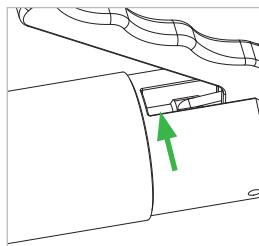

Figure 15
- ▶ Vaporisez brièvement une fois le lubrifiant avec le petit tube sur la broche d'actionnement (pos. 3) (*Figure 15*).